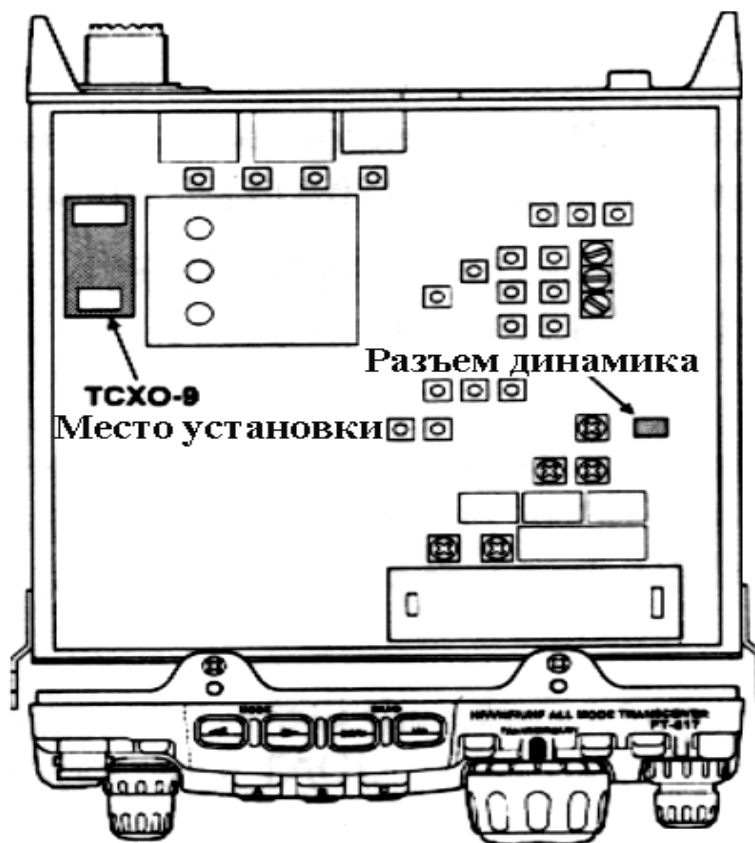

Рис. 3
3. На рис. 3 показано место установки дополнительного генератора на плате. Удалите генератор, установленный на заводе изготовителем, затем расположите генератор **ТСХО-9** так, чтобы его выводы совпадали с выводами на плате и нажмите на него, чтобы зафиксировать на месте.